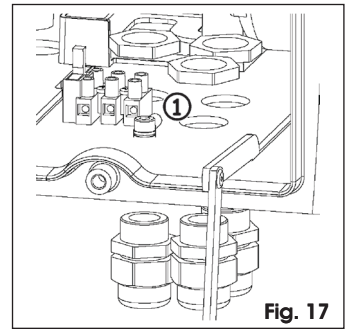

Fig. 17
3. Monter les trois serre-câbles fournis dans les trous respectifs présents sous le corps du moteur Fig. 17 réf. ①, en respectant l'orientation illustrée dans la Fig. 17.